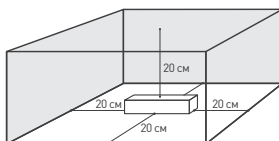

Рис. 2. Свободное пространство вокруг источника
4.3. Для естественной вентиляции обеспечьте не менее 20 см свободного пространства вокруг источника питания, как изображено на рис. 2. При невозможности обеспечить свободное пространство используйте принудительную вентиляцию.